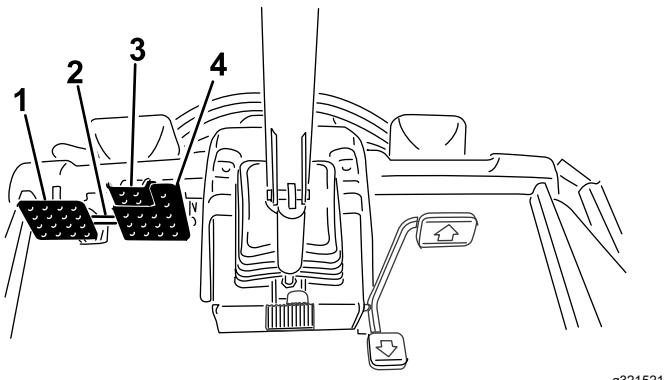

Figura 32
- Scollegate il fermo di bloccaggio dei pedali (Figura 32).